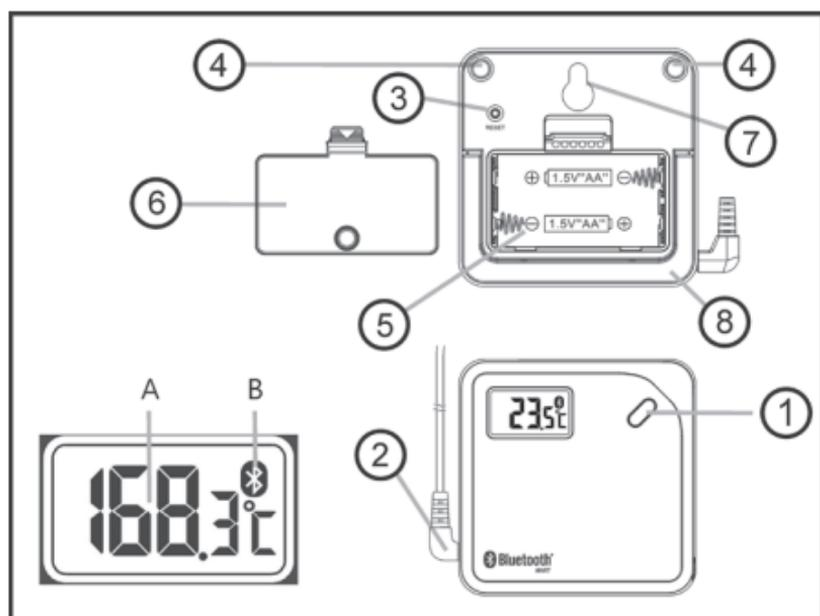
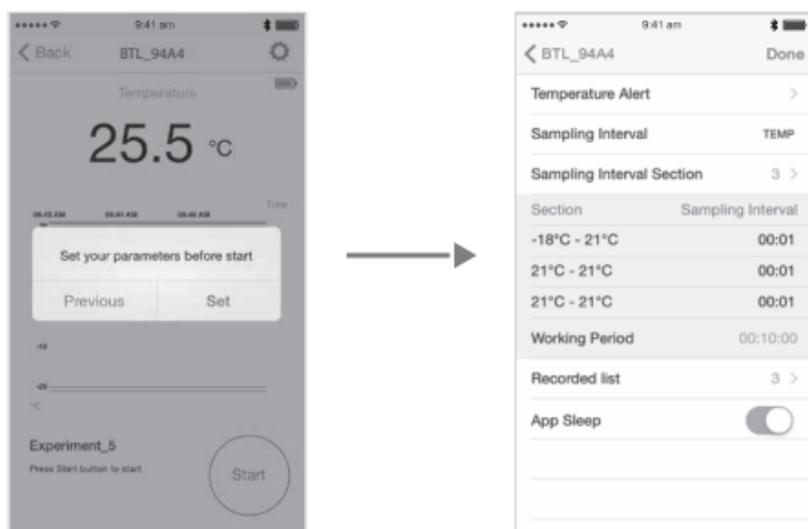

Figura 1
Figura 5
- Aprire il vano batterie (figura 1, pos. 5) sul lato posteriore, facendo scorrere delicatamente il meccanismo di chiusura sul coperchio del vano batterie in direzione della freccia e quindi togliendo il coperchio (figura 1, pos. 6).
Per la misurazione, il sensore di temperatura deve essere inserito sul lato sinistro del Thermo Logger (figura 1, pos. 2). Per eseguire la misurazione della temperatura sono necessari un paio di secondi, fino a quando il valore di misura non si sia stabilizzato e sull'indicatore della temperatura non si registrino più variazioni significative.
Nella fornitura è inclusa una ventosa che può essere inserita nell'apposita apertura sulla parete posteriore del dispositivo (figura 1, pos. 7). In alternativa, per fissare il dispositivo ad esempio a una parete è possibile utilizzare una vite con la testa di misura adeguata all'apertura (non inclusa nella fornitura).
Se invece si preferisce semplicemente appoggiare il dispositivo sul tavolo, è sufficiente aprire il supporto (vedere figura 1, pos. 8).
- Ora, come richiesto dall'app (vedere il testo sul display), premere per circa cinque secondi il tasto Bluetooth® sul Thermo Logger (figura 1, pos. 1). Appena viene stabilito il collegamento Bluetooth®, questo viene rilevato tramite un breve segnale acustico doppio sul Thermo Logger e la visualizzazione del dispositivo collegato nell'app (tipo di dispositivo e indicazione della temperatura). Se ora si seleziona il dispositivo appena accoppiato sul display, sulla app comparirà una nuova schermata (vedere anche figura 5). A questo proposito, fare riferimento a quanto riportato in questo capitolo.
Se non è possibile stabilire un collegamento tramite Bluetooth®, la causa potrebbe essere la vicinanza di altri dispositivi che effettuano invii tramite Bluetooth® oppure la presenza di altri dispositivi, come ad esempio un router, che disturbano la trasmissione. In questo caso cambiare posizione e ricominciare la procedura di accoppiamento dei due dispositivi. Può essere utile anche rimuovere per 30 secondi le batterie dal Thermo Logger (Reset) o premere il „tasto Reset“ sulla parte superiore dell'alloggiamento (figura 1, pos. 3).
Non appena si seleziona il nuovo dispositivo accoppiato sul display del dispositivo mobile, l'app presenta una nuova schermata. Qui un messaggio sullo schermo segnalerà la necessità di impostare i parametri. Selezionando „Impostazione“ viene visualizzata la maschera delle impostazioni (figura 5).
„Allarme temperatura“ consente di impostare i valori limite („Massimo“ e „Minimo“) che verranno utilizzati successivamente durante la misurazione per innescare l'allarme. Il campo di regolazione in questo caso è analogo al campo di misurazione del dispositivo utilizzato. Durante l'impostazione fare attenzione a impostare il valore superiore sotto „Massimo“. È inoltre possibile selezionare l'unità di misura tra gradi Celsius (°C) o gradi Fahrenheit (°F). Per confermare le impostazioni scegliere „Fine“. Sul display viene visualizzata nuovamente la maschera di impostazione (figura 5).